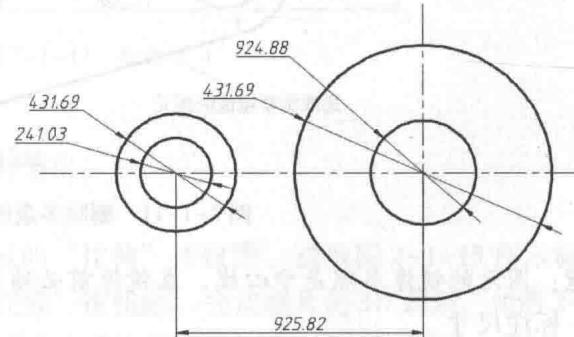

图 2-1-9 绘制圆
③ 绘制圆。在“草绘”选项卡中单击“圆”按钮 ，以两条中心线交点为圆心，绘制两个圆，运用同样的方法绘制其他两个圆，如图 2-1-9 所示。